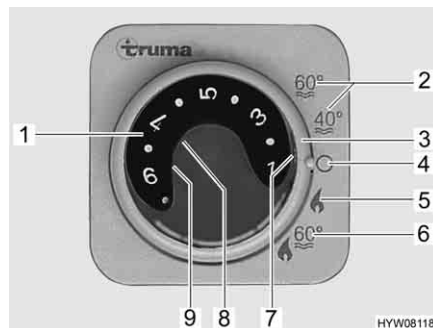

Fig. 105 Centralina di controllo per riscaldamento/boiler
- Impostare la modalità di funzionamento tramite l'interruttore girevole (Fig. 105,3).
A seconda della temperatura ambiente desiderata, il riscaldamento seleziona automaticamente il livello del bruciatore necessario. Al raggiungimento della temperatura ambiente desiderata, il bruciatore si spegne. Durante la modalità di funzionamento "Riscaldamento e boiler" (Fig. 105,6) è riscaldata anche l'acqua nel boiler. Nella modalità di funzionamento "Riscaldamento senza boiler" (Fig. 105,5) è possibile far funzionare il riscaldamento con il boiler vuoto.
- Impostare la manopola della temperatura (Fig. 105,1) sulla centralina di controllo scegliendo la potenza desiderata.
- Posizionare l'interruttore girevole (Fig. 105,3) su funzionamento invernale "Riscaldamento senza boiler" (Fig. 105,5) o "Riscaldamento e boiler" (Fig. 105,6).
Si accende la spia verde di controllo (Fig. 105,7).
- Posizionare l'interruttore girevole (Fig. 105,3) su "O" (Fig. 105,4).
La combinazione funzionamento a gas e funzionamento elettrico a 230 V diminuisce il tempo di riscaldamento del veicolo (è possibile solo se il riscaldamento viene impostato sulla centralina di controllo (Fig. 105) su funzionamento invernale).